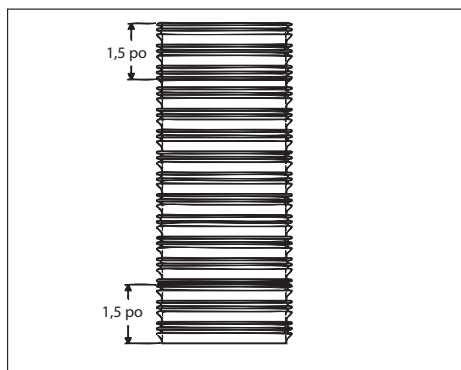

Figure 12
2. Faire 4 marques aux deux extrémités du flexible, espacées de 90° et à 1,5 po de chaque extrémité, comme illustré par la **Figure 12**. Ces marques serviront de repères une fois les adaptateurs entièrement installés sur le flexible.